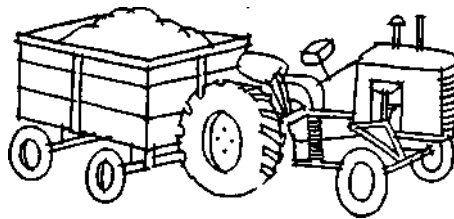

fig. 1
- a) Engate a carreta no trator (fig. 1).